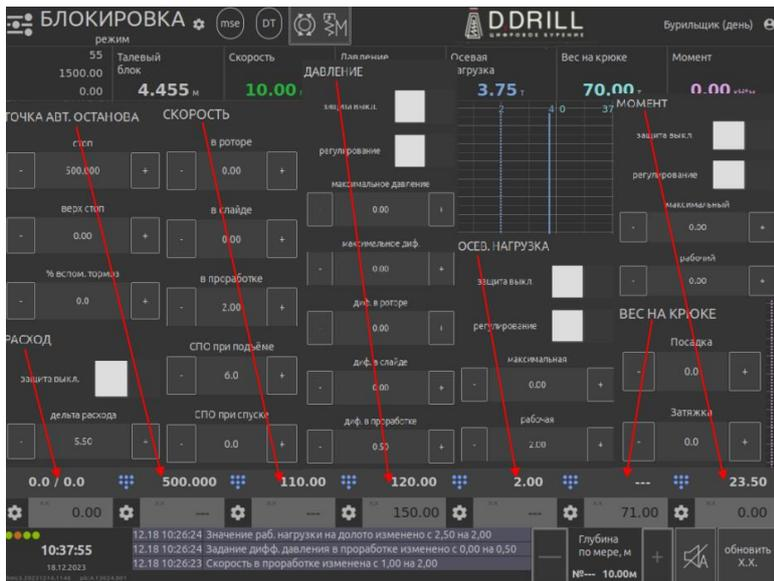

Рис.1
3. Все варианты всплывающих окон настройки рабочих параметров отображены на Рис. 1.